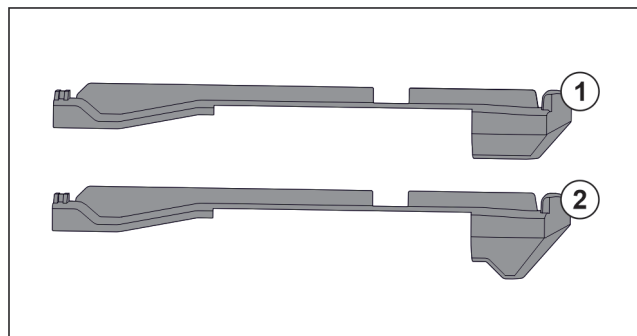

Fig. 217 Primerjava natičnih nastavkov
V napravi sta dva različna natična nastavek. Natični nastavek nad povsem spodnjim predalom Fig. 217 (2) ima trikotni rob. Vsi ostali natični nastavki Fig. 217 (1) imajo raven rob.
- Natični nastavek Fig. 217 (2) s trikotnim robom namestite nad povsem spodnjim predalom.
- Natični nastavek Fig. 217 (1) z ravnim robom namestite na vsa preostala mesta.